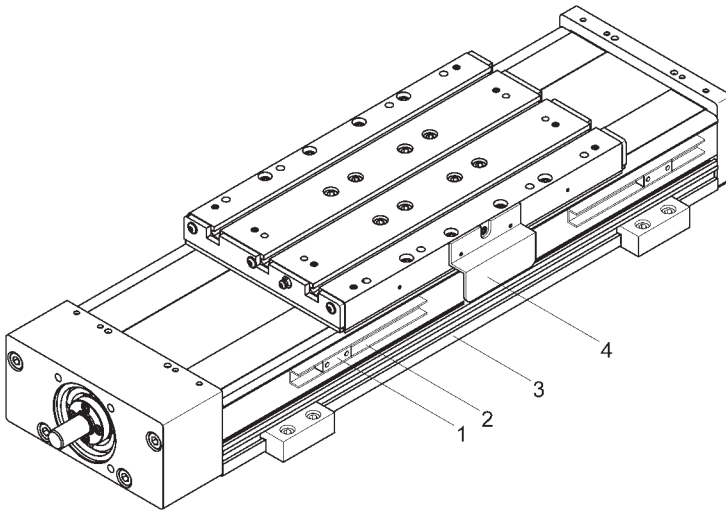

Bild 5
1. **Bild 5:** Lösen des entsprechenden Näherungsschalters durch Lockern der Befestigungsschraube.